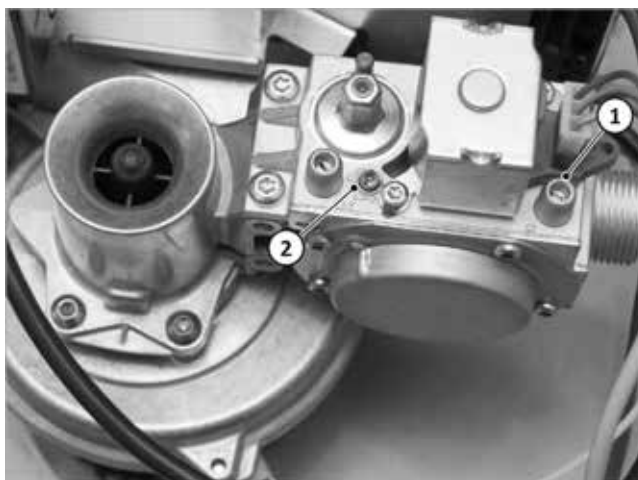

Fig. 115: impostazione del bruciatore
- Per controllare la pressione di flusso del gas con il bruciatore in funzione utilizzare il raccordo di misura → fig. 115 (1).